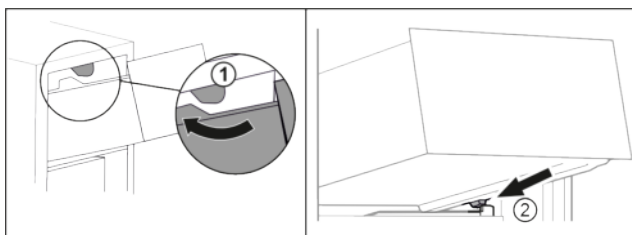

Fig. 68
- Schubfach um die oberen Stopper herumführen. Fig. 68 (1)
- Schubfach schräg hinter den unteren Stoppern auf Behälterrippe aufsetzen. Fig. 68 (2)